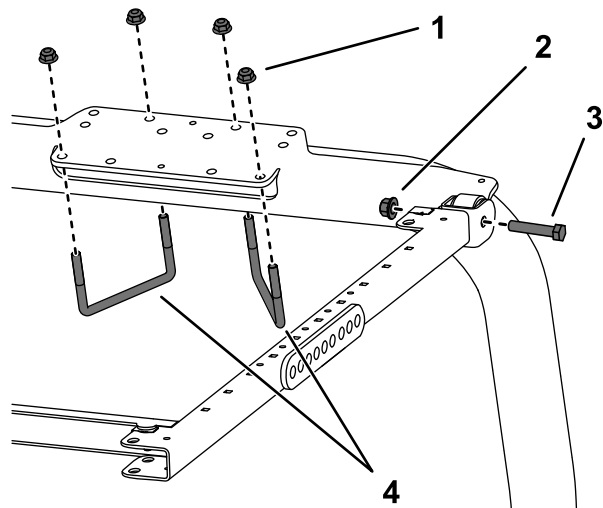

Bild 42
1. Befestigen Sie die Befestigungshalterungen des Überrollschutzes an der Oberseite des Überrollbügels der Zugmaschine (Bild 42). Stellen Sie sicher, dass der Überrollbügel in der Befestigungshalterung des Überrollschutzes zentriert ist.
2. Befestigen Sie die Befestigungshalterung des Überrollschutzes mit zwei U-Bügeln (4 1/2" x 2 3/4") und vier Bundmuttern in den in Bild 42 abgebildeten Befestigungslöchern an der Oberseite des Überrollbügels.